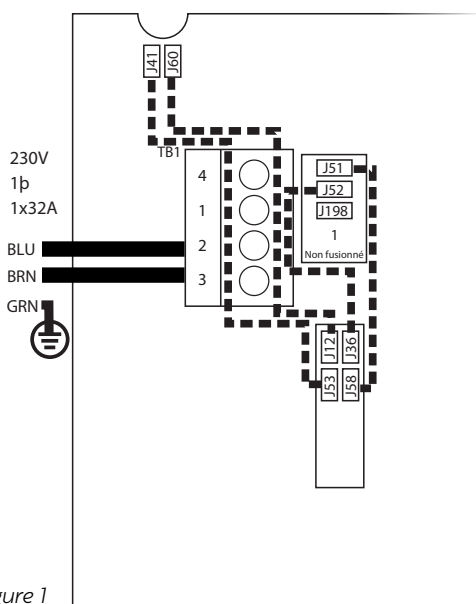

Figure 1
TELLE QUE FABRIQUÉE : CONNEXION SIMPLE (Figure 1)
1. Retirez tous les cavaliers comme indiqué par les lignes pointillées sur la Figure 1 (page précédente).